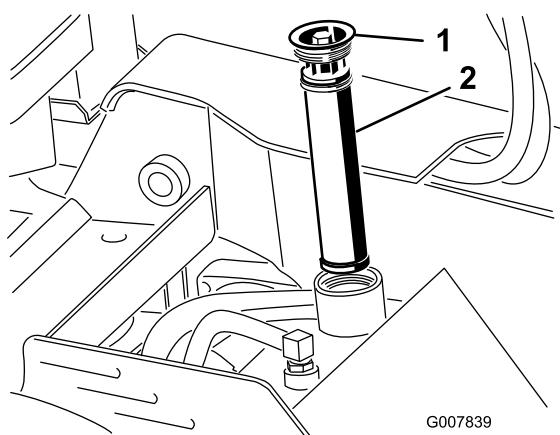

Figura 9
- B. Rimuovete il tappo di riempimento/filtro idraulico dal collo del bocchettone del serbatoio idraulico (Figura 9).
- D. Inserite il tappo e il filtro sul collo del bocchettone (Figura 9) e serrate il bullone nella parte superiore del tappo a 13–15,5 N·m.